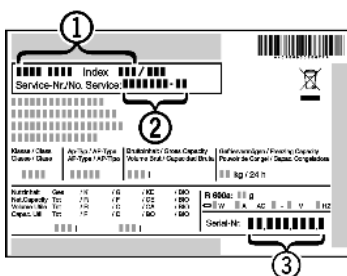

Fig. 7
- ▶ Apparaataanduiding Fig. 7 (1), service-nr. Fig. 7 (2) en serie-nr. Fig. 7 (3) van het typeplaatje aflezen. Het typeplaatje bevindt zich aan de linkerkant binnen in het apparaat.
- ▶ Contact opnemen met de Technische Dienst en het probleem, apparaataanduiding Fig. 7 (1), service-nr. Fig. 7 (2) en serie-nr. Fig. 7 (3) mededelen.